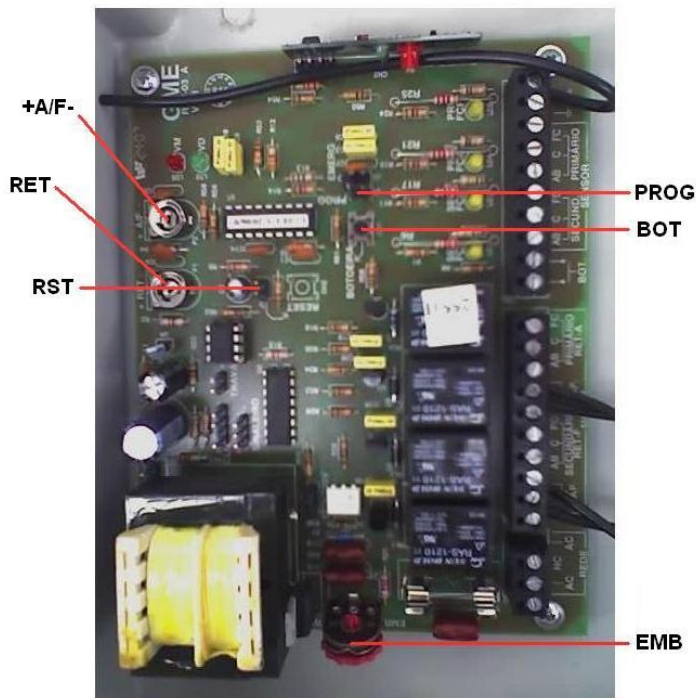
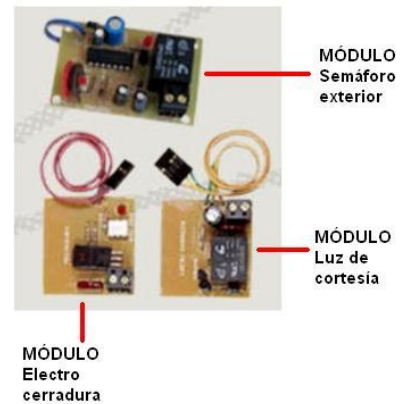

fig. 1- Placa SEG
fig. 2- Módulos
- Electro cerradura (mirar fig.2): El modulo de cerradura eléctrica permite temporizar el pulso para destrabar una cerradura eléctrica por 1,5 segundos (este modulo funciona solamente para temporizar el pulso la cerradura y no provee la alimentación para su funcionamiento). Identificado en la fig.1 como **TRAVA**
- Luz de cortesía (mirar fig.2): Conectado a cualquiera de las placas de comando SEG, el módulo de luz puede manejar la temporización de prendido de la luz del garage (luz de cortesía) hasta el tiempo máximo de 2 minutos, desde el momento que se acciona mecanismo en el sentido de apertura del portón automático. Identificado en la fig.1 como **CLG**
- Semáforo exterior (mirar fig.2), identificado en la fig.1 como **SINALEIRO**
- Fococélula de seguridad, identificada en la fig.1 como **EMERG**
Preset de embrague: Es un reóstato (rueda dentada) identificado en la placa como **AJUSTE EMB.** (fig. 2). Desde allí se regula la fuerza del equipo.
**BOT:** Es el pulsador de comandos identificado en la placa como **BOT.**(fig 1).